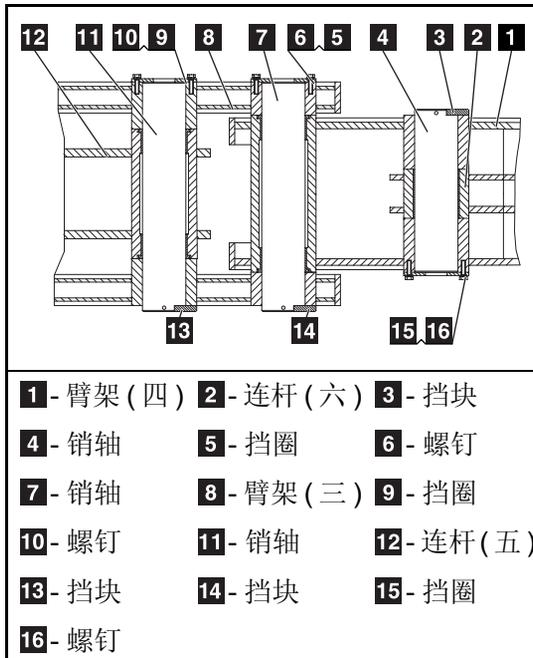

图 4-5(3) 臂架(三)、臂架(四)、
(d) 按图 4-5(3) 臂架(三)、臂架(四)、连杆(五)、连杆(六)装配关系:用扳手将挡圈螺钉松开,将挡圈取下来;在焊挡块那端用铜棒敲打销轴 7,将销轴取出。拆下销轴 7 时,臂架(三)、臂架(四)分离开来。